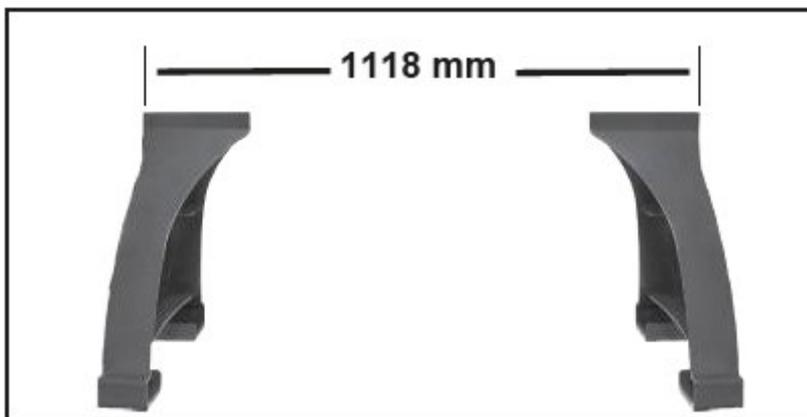

Abb. 6-11: MaschinenfüÙe
1. Die beiden FüÙe in einem Abstand von ca. 1118 mm (44 Zoll) von den Außenkanten anbringen. Achten Sie darauf, dass die FüÙe an den Beinen nach innen und zueinander ausgerichtet sind (siehe Abbildung 6-11).